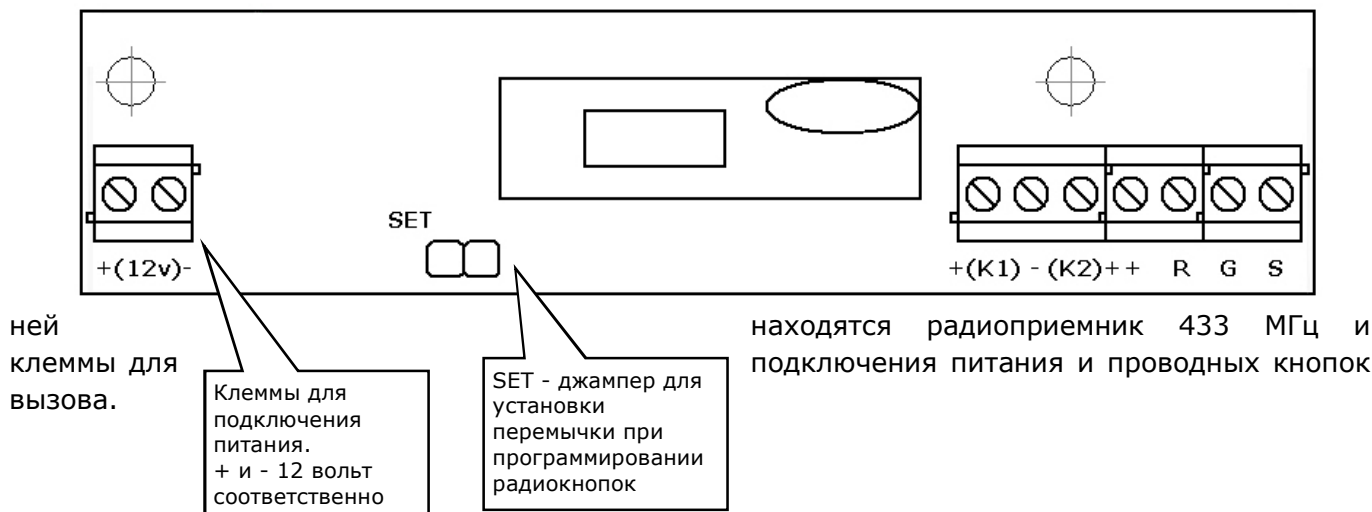

Рисунок 6.5. Печатная плата на задней стороне корпуса светозвукового табло
На задней стороне корпуса светозвукового табло смонтирована печатная плата (рис.6.5). На
- замкнуть джампер SET (см. рис.6.5) **(обязательно при выключенном питании)**;